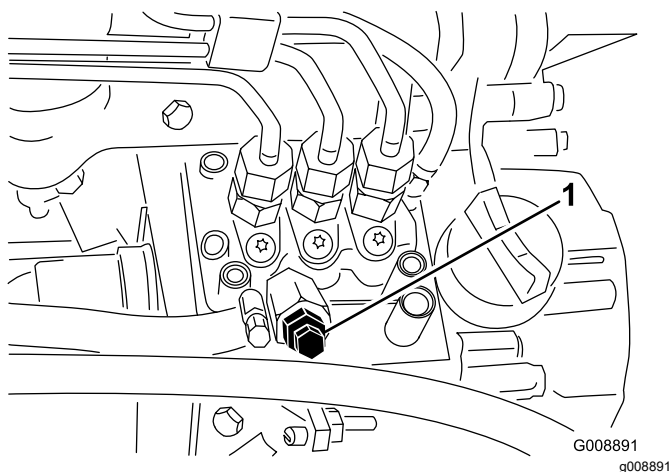

Рисунок 39
4. Выверните продувочный винт из топливного насоса (Рисунок 39).